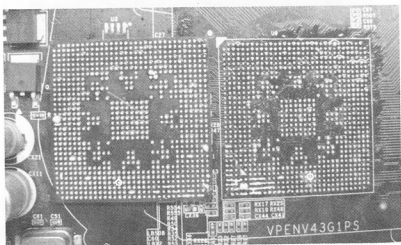

图 5-24 对应位置
(10) 把 GPU 翻过来, 找出 GPU 对应的点位, 如图 5-24 所示。